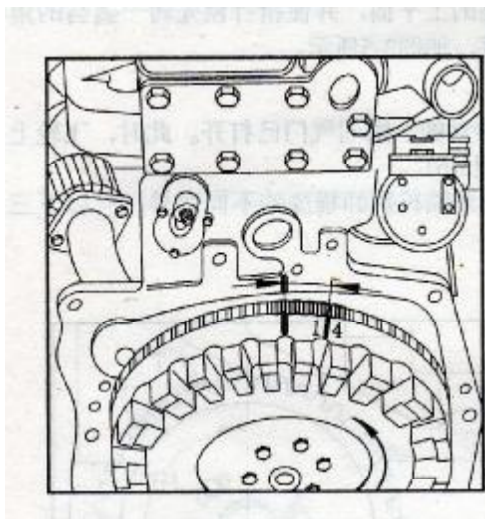

Рис. 3-6 Положение маховика в самом начале открывания 1-го клапана
- (3) Медленно поверните маховик. Как только стрелка на приборе пойдет вниз, это значит, что впускной клапан начинает открываться. В этот момент линия «I» на маховике должна быть справа от линии на блоке цилиндров, на расстоянии 2,5-3 зубца (см. Рис. 3-6).